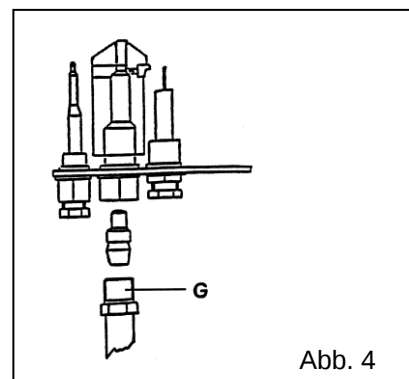

Abb. 4
5.1.1 Wachflammenbrenner (Abb. 4)
5.3.1 Wachflammenbrenner (Abb. 4)